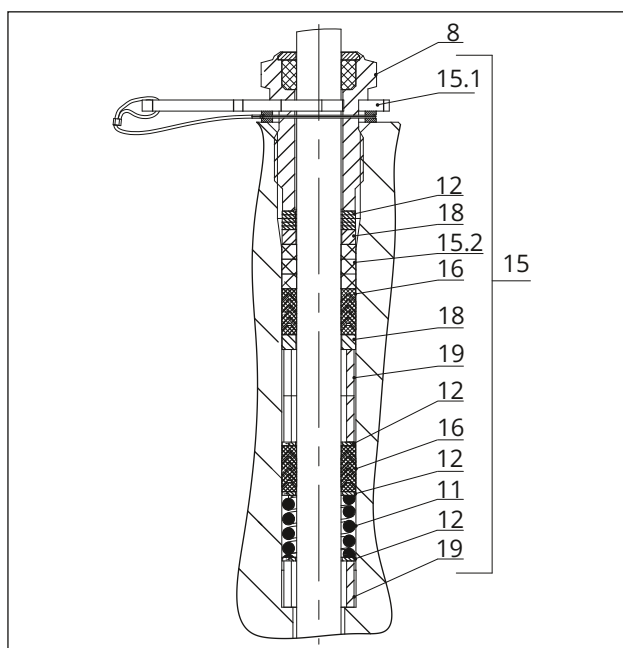

Fig. 26: Pacco premistoppa ADSEAL: DN 15...40/NPS 1/2...1 1/2
2. Con un attrezzo idoneo infilare con cautela i componenti del premistoppa attraverso l'asta dell'otturatore nello spazio del premistoppa. Per il posizionamento corretto, vedere Fig. 26 e Fig. 27.
4. Inserire l'anello di spallamento rosso (15.1) tra la boccola filettata (8) e l'anello di ritegno, vedere Fig. 26 e Fig. 27.
2. Con un attrezzo idoneo infilare con cautela i componenti del premistoppa attraverso l'asta dell'otturatore nello spazio del premistoppa. Per il posizionamento corretto, vedere Fig. 26 o Fig. 27.
4. Inserire l'anello di spallamento rosso (15.1) tra la boccola filettata (8) e l'anello di ritegno, vedere Fig. 26 o Fig. 27.